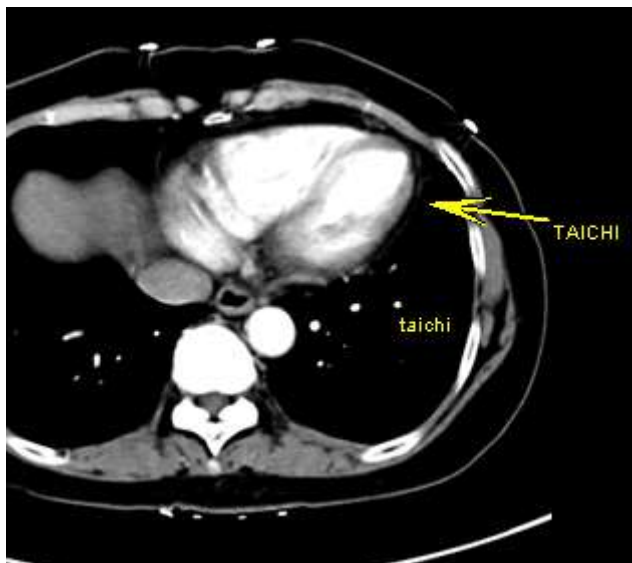

Рисунок 6-17 Маркировки
3. Введите примечания в текстовой форме в текстовое поле, как показано на Рисунок 6-17 Маркировки.